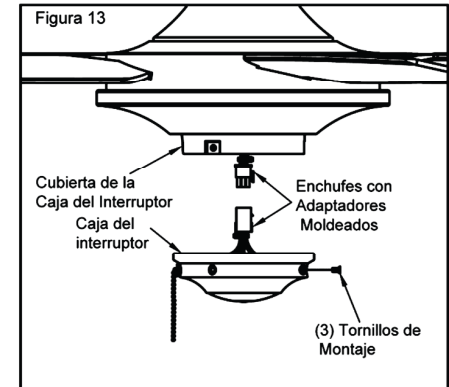

Figura 13
3. Coloca la caja del interruptor y fíjala a la cubierta de la caja del interruptor con los tres tornillos que sacaste en el paso 1 (Figura 13).